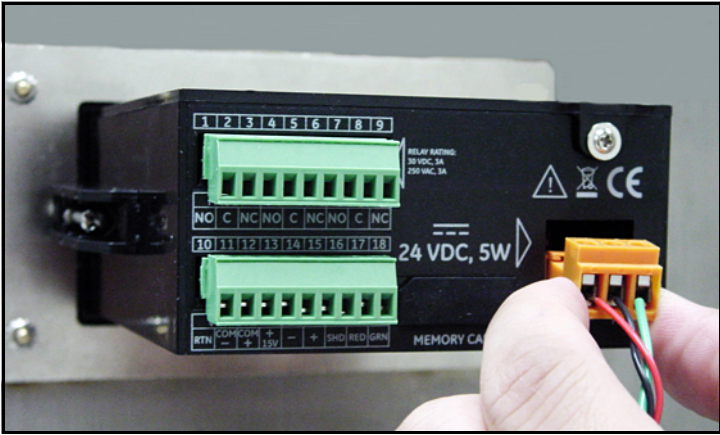

Figura 34: Reinsérer o conector de alimentação do CC
- 4. Reinsira o conector de alimentação no painel traseiro do dew.IQ como mostrado em Figura 34 abaixo.